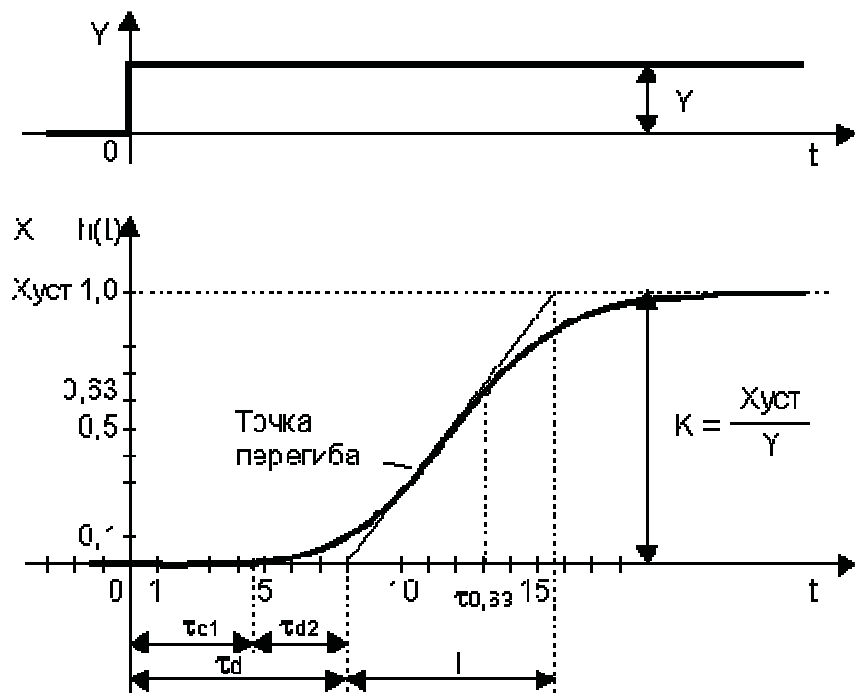

Рис. 2.3. Определение динамических характеристик объектов по кривой разгона
Рассмотрим влияние параметров объекта управления и настроек регулятора на процесс регулирования. Определение параметров объекта управления производят чаще всего экспериментально по *переходной характеристике*, которую снимают, подавая на вход объекта ступенчатое воздействие (рис. 2.3). В случае наличия у объекта свойства *самовыравнивания* (свойство после выхода объекта из установившегося состояния вернуться к этому состоянию самостоятельно, без внешнего воздействия), большинство технологических объектов регулирования с явно выраженной преобладающей постоянной времени может быть описано передаточной функцией *инерционного звена первого порядка с запаздыванием* (2.1)
**Динамический коэффициент передачи**  $K_0$  – величина, равная отношению амплитуды технологического параметра на выходе объекта управления  $X_{уст}$  в установившемся режиме к амплитуде поданного входного воздействия  $Y$  (для нормированной переходной характеристики с отсчетом значения технологического параметра от нуля) (2.2), или это же иначе при ненулевых начальных условиях  $K_1$  – отношение приращения выходного сигнала объекта  $\Delta X_{уст}$  в окрестности рабочей точки к приращению входного  $\Delta Y$  (рис. 2.3).
Постоянная времени  $T$  представляет собой интервал времени, за который регулируемый параметр  $X$  достигает 63,2% от установившегося значения без учета транспортного запаздывания  $\tau_{d1}$ . Поэтому на рис. 2.3 постоянная времени объекта достаточно точно может быть определена по (2.4):
Чем больше гистерезис  $H$ , отношение  $\tau_d/T$ ,  $R$  - тем больше амплитуда колебаний  $A_k$ . Чем больше время запаздывания  $\tau_d$  и постоянная времени объекта  $T$ , тем больше период колебаний  $T_k$  (рис. 2.3).